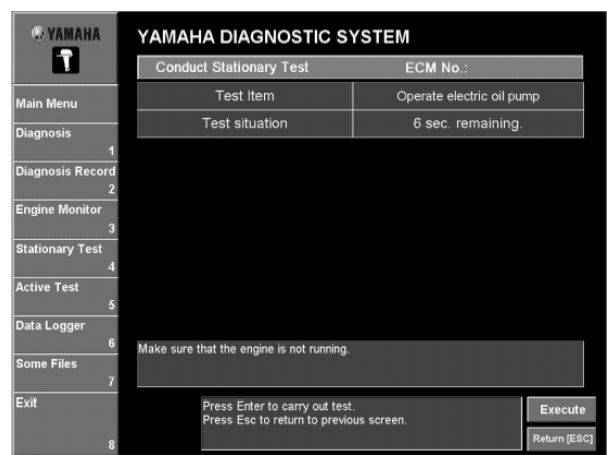

Рис. 81
3. Щелкнуть по **Выполнить(Execute)** или нажать клавишу Enter клавиатуры. (Рис. 81)